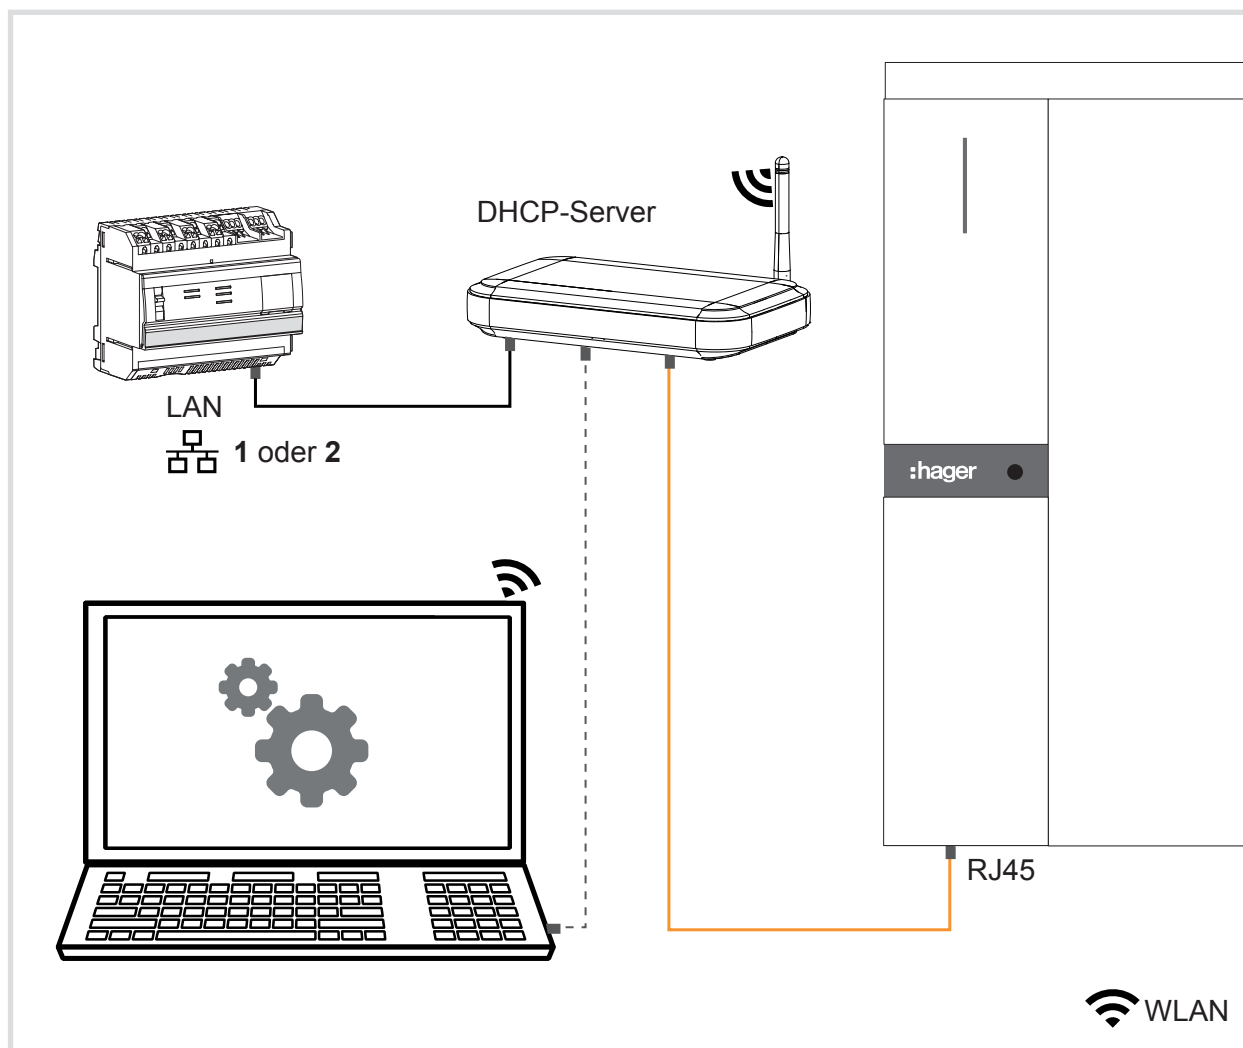

Bild 11: Energiespeicher im lokalen Netzwerk
- ✓ Der Energiespeicher ist über eine feste LAN-Verbindung (mindestens Cat.6) im lokalen Netzwerk eingebunden (Bild 11). ▶ Siehe Installationsanleitung des Energiespeichers.